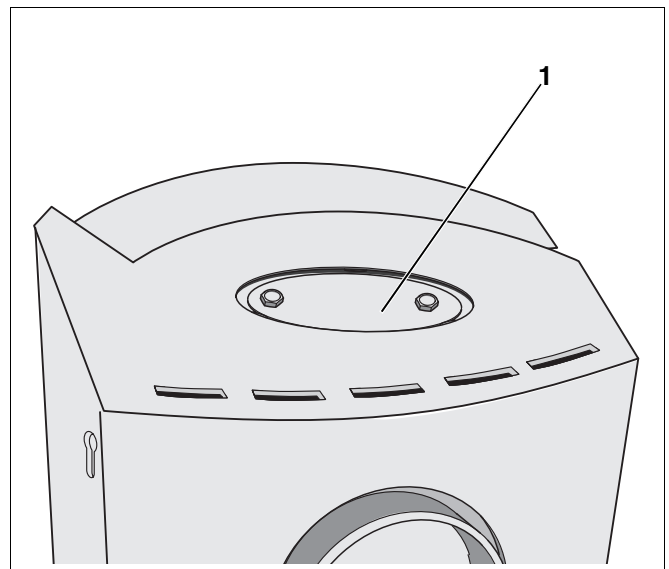

Abb. 8 Abgasanschluss Oberseite – Abdeckplatte
- Abdeckplatte (Abb. 8, **Pos. 1**) am Abgasanschluss Oberseite montieren.